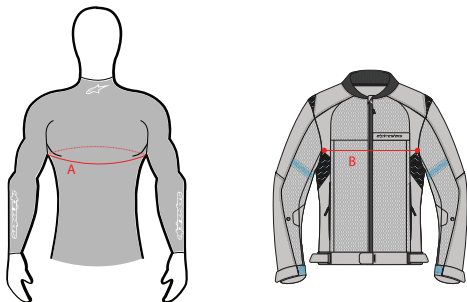

Figura 22: Riferimento per le misurazioni della circonferenza del torace (A) e la larghezza dell'indumento in corrispondenza del torace (B)
IMPORTANTE! Il sistema deve essere indossato con qualsiasi indumento esterno che soddisfi i seguenti criteri: misurare la circonferenza del torace (A) e la larghezza dell'indumento sulla regione del torace (B). L'indumento è compatibile con il sistema se B è maggiore di A diviso per 2 più 16 cm ($B > 0,5 \times A + 16 \text{ cm}$ o $B > 0,5 \times A + 6,30 \text{ in}$) (Figura 22).